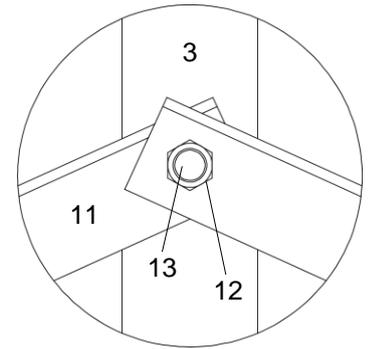

Abb. 5
- Montieren Sie die Verschwertungen (11) mittels SK-Schrauben (13) und Sperrzahnmutter (12) in der entsprechenden Bohrung am Stützteil (Abb. 5). Die hierfür benötigten Bohrungen an der Verschwertung müssen bauseits durchgeführt werden. Die erste Verschwertung wird von der unteren Bohrung des ersten Dreiecks zur oberen Bohrung des zweiten Dreiecks montiert. Die anschließende Verschwertung wird von oben beginnend Richtung abwärts positioniert und befestigt.